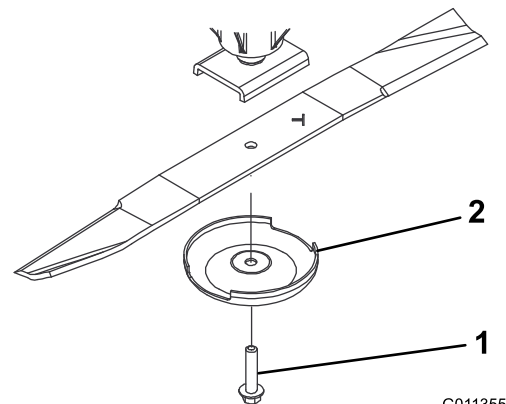

Figura 93
3. Retire del eje de la cuchilla el perno de la cuchilla, el protector de césped y la cuchilla (Figura 93).